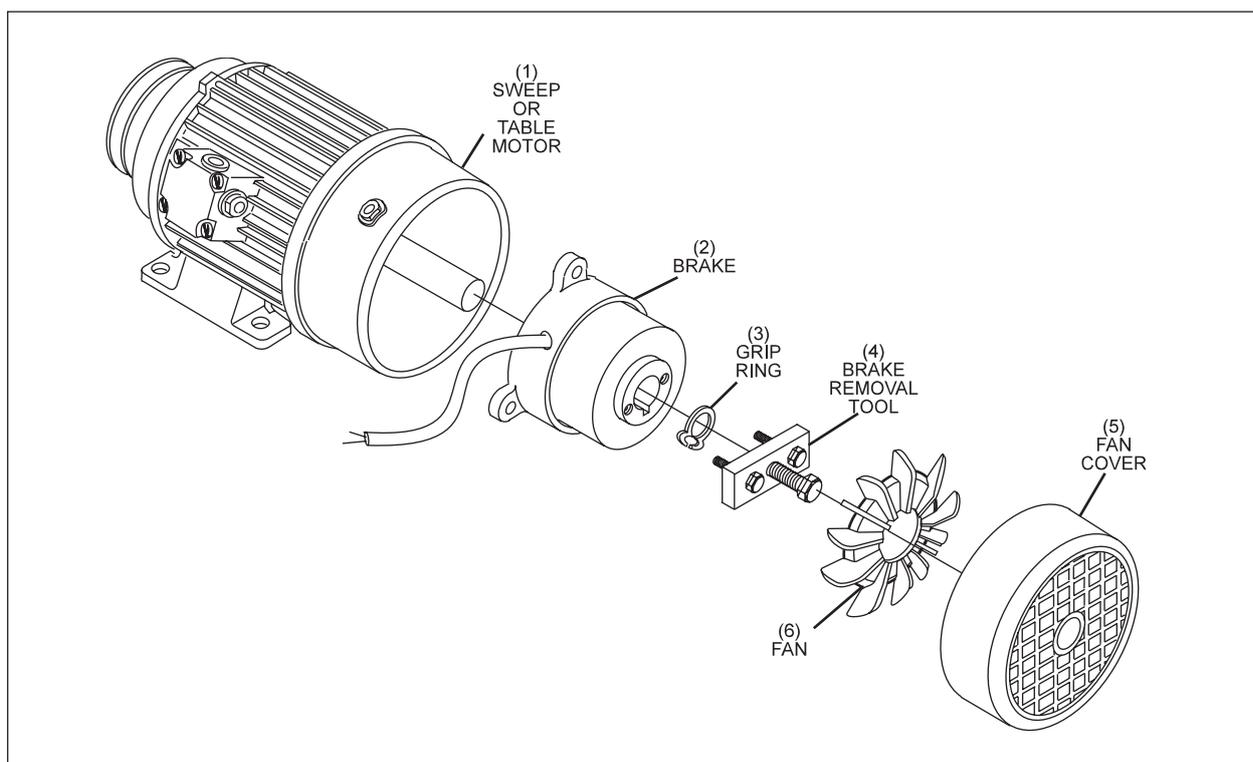

Figure 8-20. Remplacement du frein moteur
4. Enlevez le couvercle du terminal de câblage de frein et débranchez les deux fils pour la bobine de frein. Reportez-vous à la *Figure 8-20*.
9. Fixez l'outil de retrait de frein que vous pouvez acheter auprès de Brunswick. Veuillez consulter la section Cadre d'entraînement de votre catalogue de pièces détachées. Reportez-vous à la *figure 8-20*.